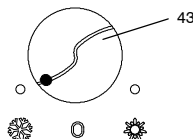

fig. 5.3
- 6 Avviare la caldaia posizionando il commutatore di funzione (43) come in fig. 5.3.